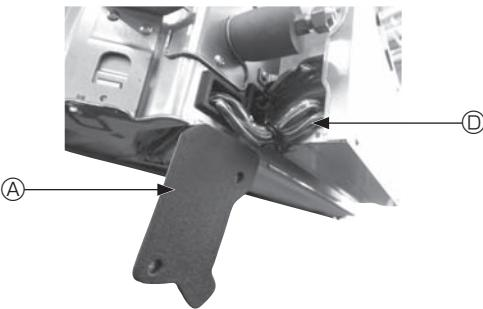

Fig. 5-4
- ① Ana ünitenin kablo kapağını tespit eden iki vidayı çıkarın ve daha sonra kapağı açın.
- ② i-See sensör ve sinyal alıcısının kablolarını, elektrikli aksamı kutusundaki kablo girişlerinden ve ana ünitenin yanındaki burçlara etrafından şemada gösterildiği gibi yönlendirin. (Fig. 5-4)